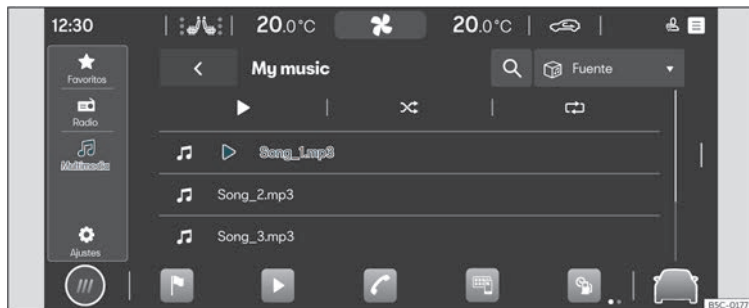

Fig. 128 Representació esquemàtica::Vista Multimedia
- Premeu **HOME** > > > **Multimedia** > > > **fig. 128**.